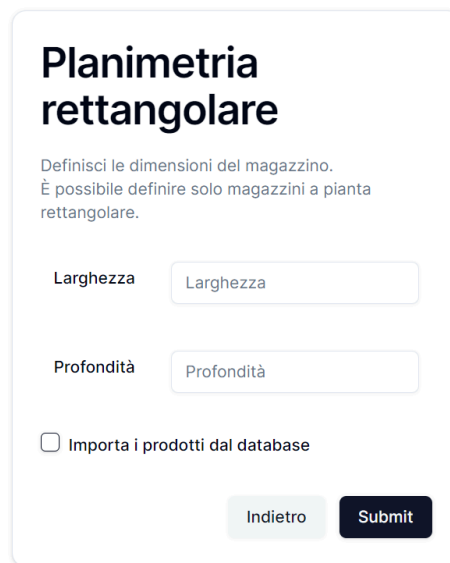

Figura 1: Schermata iniziale
Si può scegliere una modalità di lavoro selezionandola nel pannello di Figura 1 e premendo il pulsante **Prossimo** in basso a destra.
Selezionata l'opzione "Planimetria rettangolare" nella schermata di Figura 1, verrà mostrata la schermata presente in Figura 2, dove sarà possibile definire la lunghezza e la profondità del magazzino_G che vogliamo creare.
Premere quindi il pulsante **Submit** per procedere alla visualizzazione dell'ambiente 3D, oppure il pulsante **Indietro** per annullare la configurazione e tornare al menù mostrato in Figura 1.
Selezionata l'opzione "Planimetria personalizzata" nella schermata di Figura 1, verrà mostrata la schermata presente in Figura 3, dove sarà possibile caricare il file SVG_G che verrà disegnato sul piano, e inserire la misura del lato maggiore del magazzino_G, in modo da scalarne correttamente la pianta.
- **Reimposta**: permette di eliminare tutto il lavoro fatto sul piano e tornare alla schermata di Figura 1.